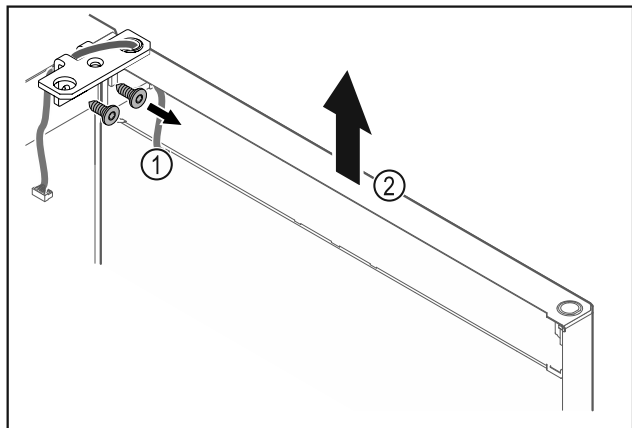

Fig. 21
- Scharnierwinkel Fig. 21 (1) abschrauben.
- Tür inklusive Scharnierwinkel Fig. 21 (2) circa 200 mm gerade nach oben heben und abnehmen.